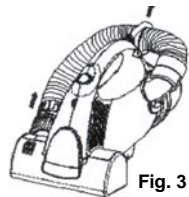

Fig. 3
2. Sacar la manguera flexible de la salida de la cámara de la escobilla y desenganchar la manguera de su soporte. (Fig. 3)